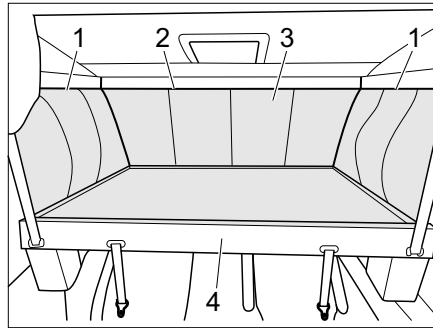

Fig. 83 Accès au caisson
- Abaisser le lit escamotable (Fig. 83,4) (voir chapitre 7.15.3).
- Pour retirer la housse du lit escamotable (Fig. 83,3), ouvrir les fermetures à éclair (Fig. 83,1) situées dans la zone supérieure de l'avant vers l'arrière et dans la zone avant (Fig. 83,2).
- Retirer la housse du lit escamotable (Fig. 83,3) (fixation par velcro).